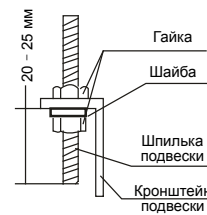

Рис. 4-11
- Закрепите подвесные кронштейны на шпильках. (см. рис. 4-11)